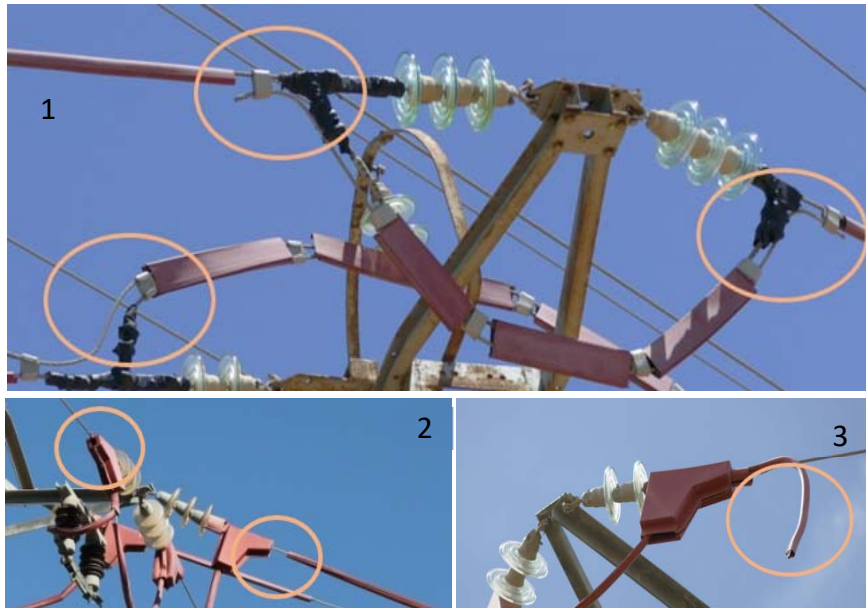

Figure 18. Défaillances courantes chez les systèmes isolants. 18.1 : parties métalliques non couvertes ; 18.2 et 18.3 : éléments qui se sont détachés.
B) **En recouvrant de matériaux isolants les éléments sous tension à proximité des zones de perchage.** Pour cela, des matériaux comme le caoutchouc, le silicone et les composés plastiques sont utilisés. Dans ce dernier cas, des pièces préformées sont couramment utilisées (Figure 17.3) dont la forme correspond à l'élément à recouvrir. Leur efficacité dépend de leur bonne installation et fixation, pour qu'il n'y ait aucune partie non isolée ou de pièces disjointes (Figure 18). Si les dispositifs sont mal installés ou détériorés/en mauvais état, des électrocutions peuvent se produire et il est donc important d'indiquer leur état.